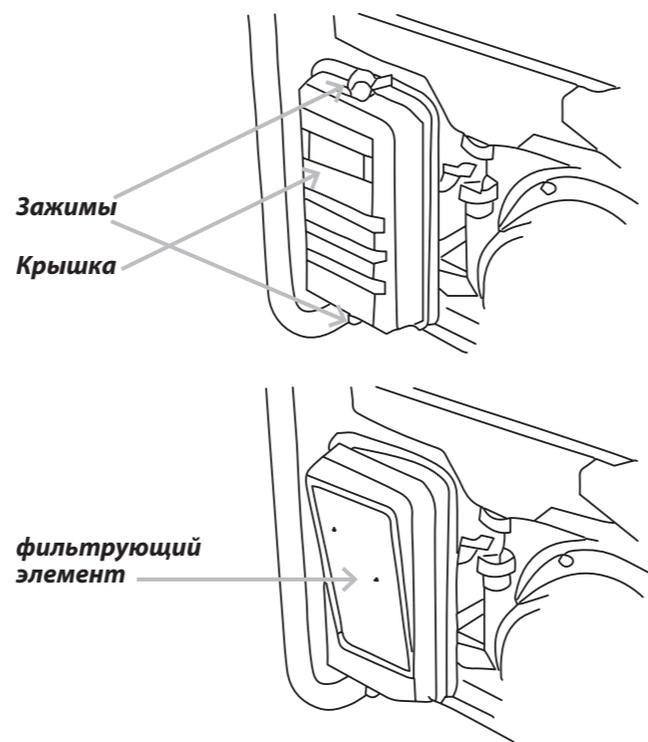

Рисунок 5.2. Очистка воздушного фильтра
- 2 Отожмите зажимы сверху и снизу крышки воздушного фильтра (См. Рис.5.2).